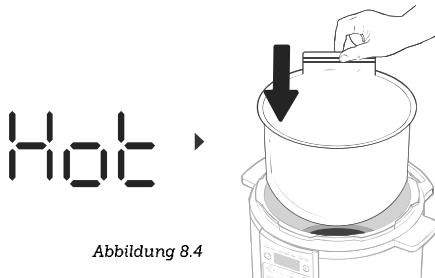

Abbildung 8.4
9. Wenn das Display „HEISS“ anzeigt, nehmen Sie den Deckel ab und tauchen Sie die Lebensmittel vorsichtig in den Innentopf. [Abbildung 8.4]